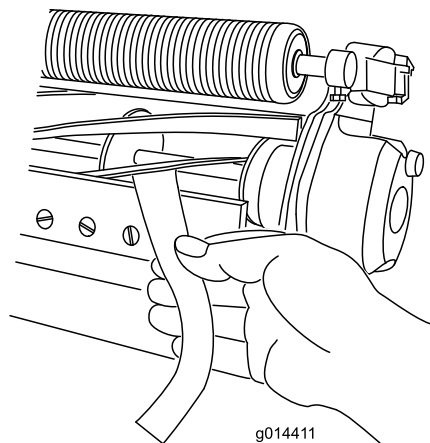

Figura 10
- B. Insira uma fita comprida de papel de desempenho de corte (Peça Toro N.º 125-5610) entre o cilindro e a lâmina de corte, perpendicular à lâmina de corte (Figura 10) e, em seguida, rode **lentamente** o cilindro para a frente; deve cortar o papel; caso contrário, repita os passos A e B até que o faça.
11. Insira uma fita comprida de papel de desempenho de corte (Peça Toro N.º 125-5610) entre o cilindro e a lâmina de corte, perpendicular à lâmina de corte (**Figura 10**) e, em seguida, rode **lentamente** o cilindro para a frente; deve cortar o papel; caso contrário, rode cada parafuso de ajuste da barra de apoio no sentido dos ponteiros do relógio 1 clique e repita este passo até que corte o papel.